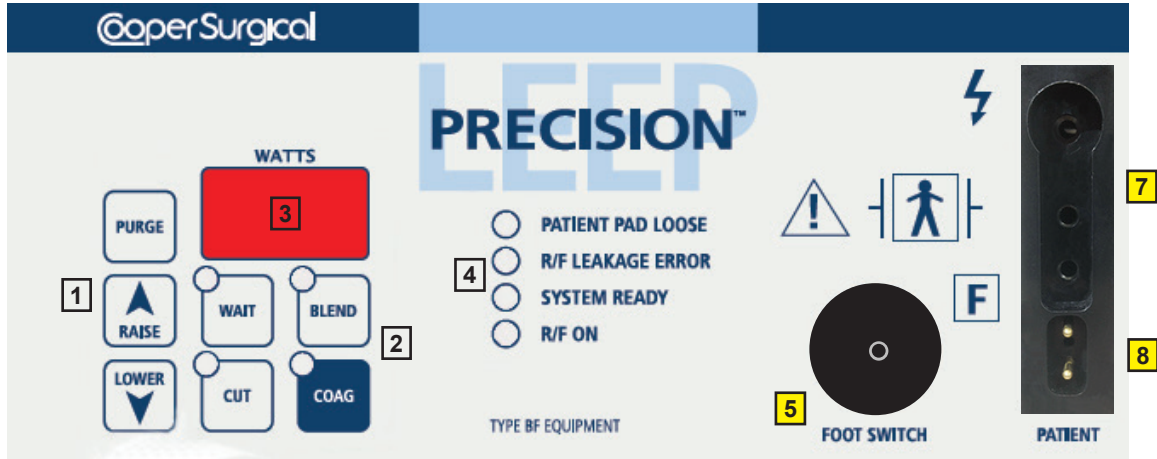

Abbildung 2
Verbinden Sie den Fußpedalschalter mit dem entsprechenden **5** Eingang (siehe Abbildung 2), wenn das Gerät mit dem Fußpedalschalter betätigt werden soll.
- Verbinden Sie die Aktivelektrode mit dem entsprechenden Eingang **7** wie in Abbildung 2 dargestellt.
Das LEEP PRECISION integrierte System wird mit einem wiederverwendbaren elektrochirurgischen 4-mm-Adapter geliefert (im LEEP PRECISION Generator-Paket). Für den Elektrodenbetrieb mit dem Fußpedalschalter ist der Adapter erforderlich. Die Elektrode wird an den Adapter angeschlossen. Der Adapter wird dann mit dem entsprechenden **7** Eingang (siehe Abbildung 2) verbunden.
- Verbinden Sie die Neutralelektrode mit Eingang **8**. Siehe dazu Abbildung 2.